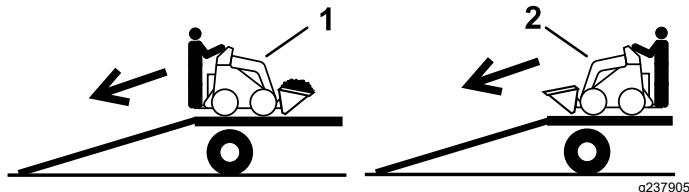

Рисунок 15
- При выгрузке машины с прицепа по наклонному въезду более тяжелая часть машины должна быть обращена вверх, при этом грузы должны быть опущенными (Рисунок 15).